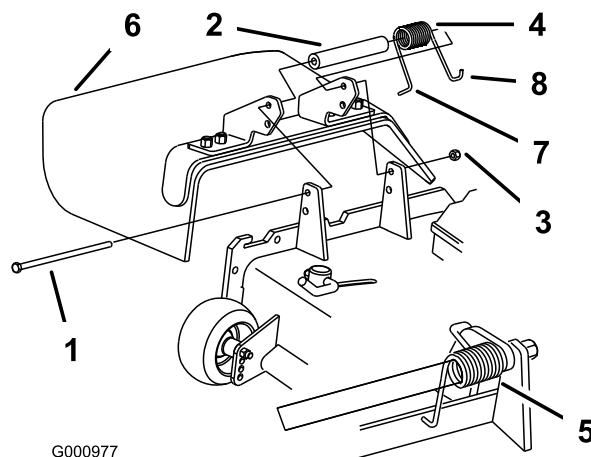

Figura 96
1. Retire la contratuerca, el perno, el muelle y el espaciador que sujetan el deflector a los soportes de pivote (Figura 96). Retire el deflector de hierba dañado o desgastado.
Nota: Asegúrese de colocar el extremo en **L** del muelle detrás del reborde de la plataforma antes de instalar el perno, según se muestra en Figura 96.
3. Instale el perno y la tuerca. Coloque el extremo en **J** del muelle alrededor del deflector de hierba (Figura 96).